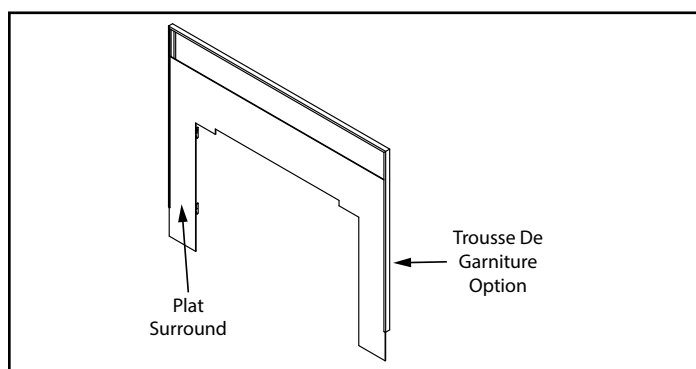

Figure 20.4
4. Installez deux ressorts d'acier sur le haut de chaque côté et entre l'encadrement mat et la trousse de garniture assemblée, comme indiqué à la Figure 20.4.